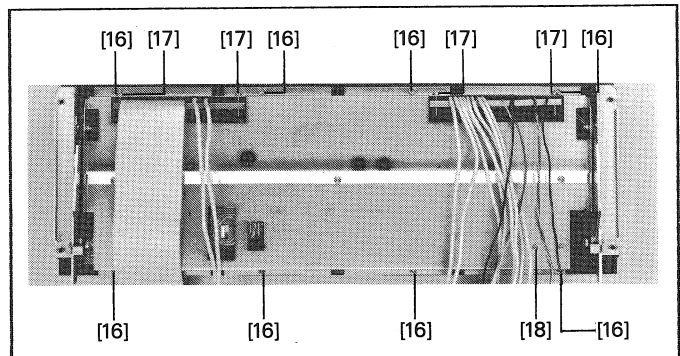

Fig. 7
- Desserrer 8 vis [16] (fig. 7) de la plaque arrière de l'unité de commande et retirer la plaque arrière.